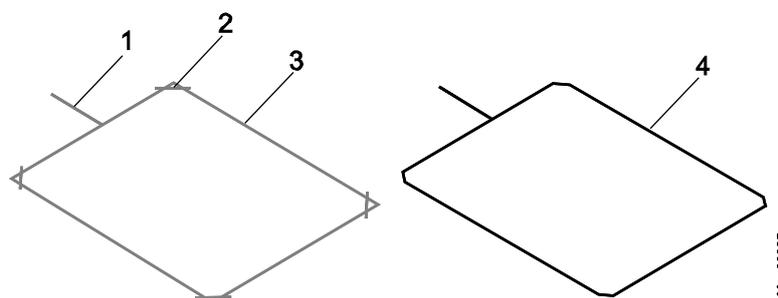

Рис. 21: Укладка индуктивной рамки в битумных, асфальтовых и бетонных покрытиях
1. В покрытии или асфальте при помощи отрезного диска вырезать паз глубиной 50 мм. С каждой стороны паз должен иметь одинаковую глубину. Углы паза вырезать под углом 45° согласно Рис. 21.